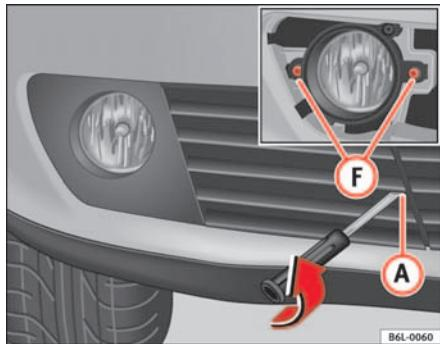

Fig. 148 Faros antiniebla
- Desmonte los dos tornillos de sujeción **F** ⇒ fig. 148 y una vez liberado desenchufe el conector.
- Desmonte la rejilla, extrayendo el tornillo **A** ⇒ fig. 148, tire cuidadosamente de la rejilla por el lado del tornillo y libere la tapa.